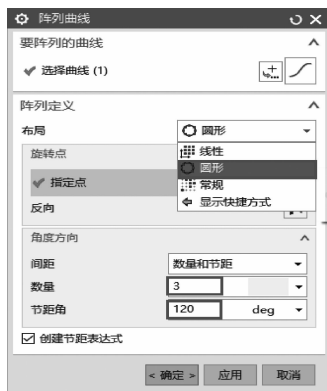
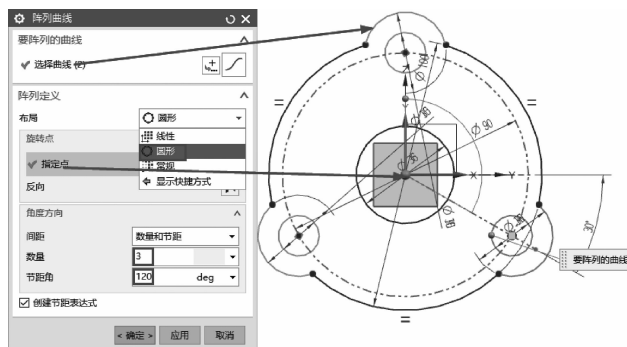

图 2-19 “阵列曲线”对话框
图 2-20 阵列选择效果
(7) 在“草图”工具条中单击  图标, 弹出“阵列曲线”对话框, 如图 2-19 所示, 选择效果如图 2-20 所示。